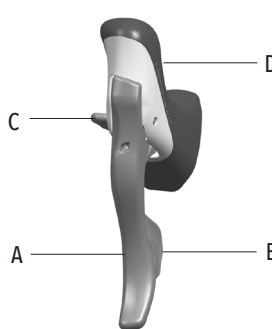

Fig.1
- copricomando (D - Fig.1)
• L'azionamento della leva A (Fig. 1) determina il funzionamento del freno: verificate, azionando ciascun comando, a quale ruota corrisponda tale azionamento.